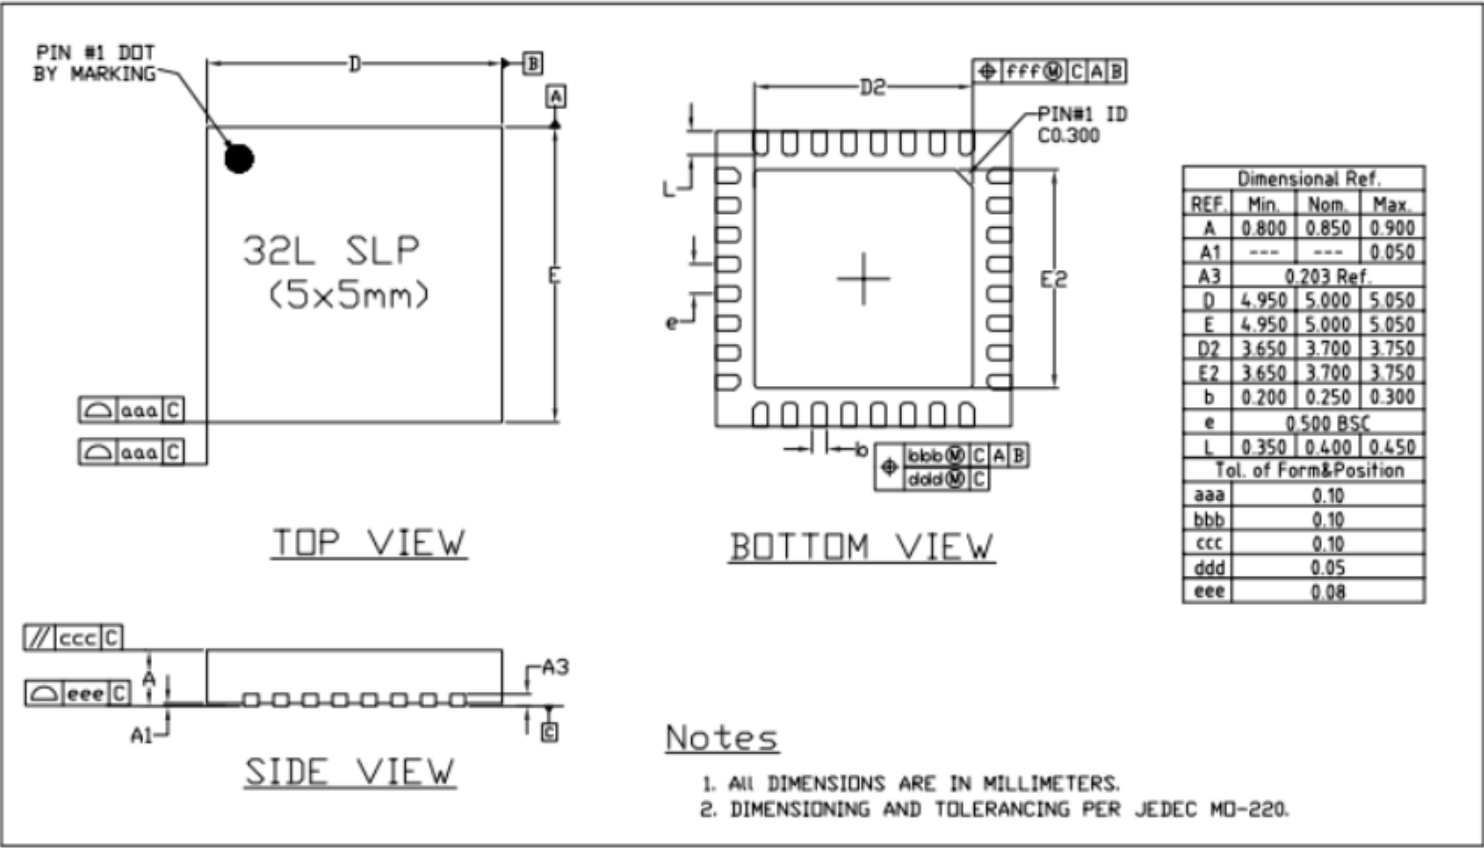

图 2 QFN32 (5×5 mm) 封装
- 2、在库文件 usr_lib 中，根据图 2 给出的元件 PCB 封装尺寸参数，绘制合适的 PCB 封装，命名为 QFN32，并将该 PCB 封装绑定至原理图 U2 器件中。